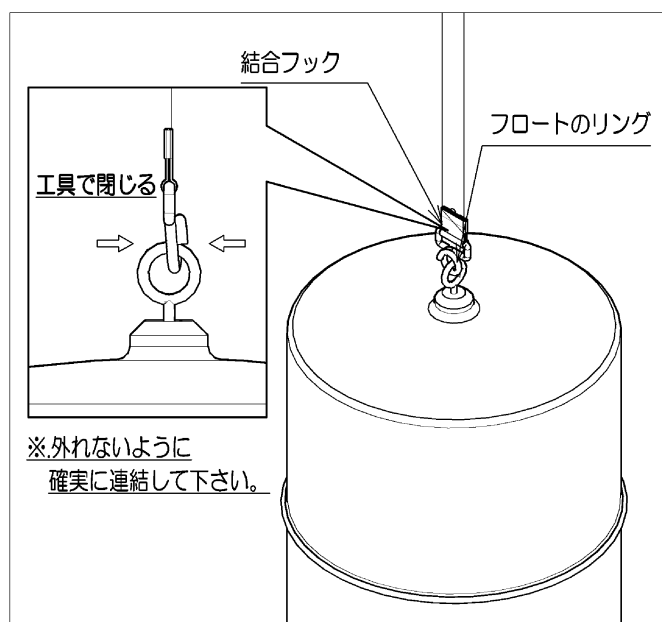

図 2.フロートとテープの連結
- 4.3.2. 計器フランジ下面よりフックを持ちテープを引き出します。フロートのリングにフックを通して連結します。ペンチなどの工具でフックを閉じてリングから外れないようにします(図 2.参照)。
4.4.3. 計器フランジ下面よりフックを持ってテープを引き出し、フロートのリングと連結します。ペンチなどの工具でフックを閉じてリングから外れないようにします(図 2. 参照)。
4.5.3. 計器本体を取付けます。計器からテープフックを持ってテープを引き出し、タンク内のフロートへ接続します(図 2 参照)。テープに振れや折れがない様に取付けます。計器本体を所定の締結部品で固定し取付を完了します。
- 4.7.3. 紐をタンク側の90° L金具から配管内に紐を通して計器取付部まで引き出し、計器のテープフックに紐の先端を結びます。結んでない方の紐の先端をタンク内に挿し入れておきます。タンク内から紐を引き計器のテープフックを配管に引き込んで通します。途中の90° L金具からテープにねじれや折れがないか確認し、フロートにテープフックを接続します(図2参照)。接続が完了したら紐をテープフックから取り外して取り除きます。